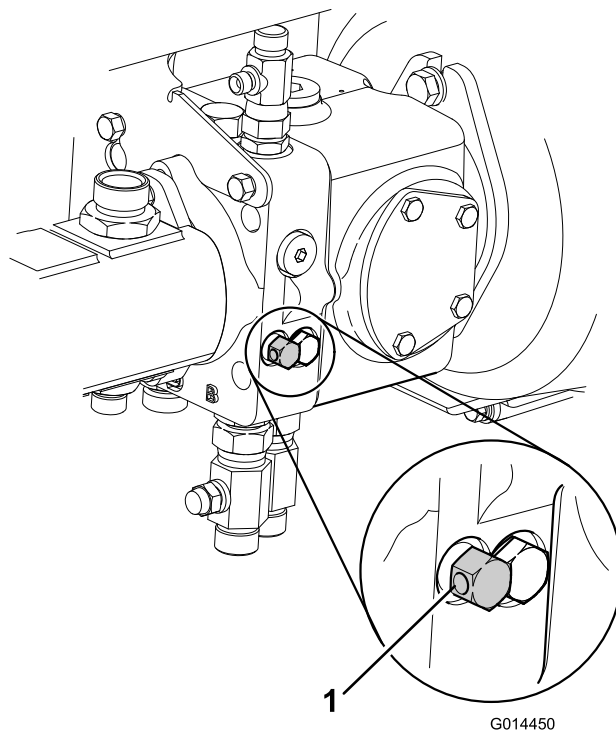

Bild 47
7. Lösen Sie die Hydraulikbremsanlage, indem Sie das Sicherheitsventil, das unter der Getriebepumpe sitzt, höchstens um drei Umdrehungen nach links drehen (Bild 47).